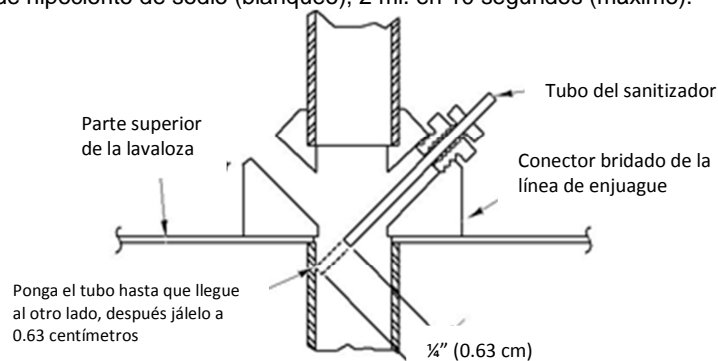

Fig. 21
- Quite los tapones de la tubería (Fig. 20) para la instalación del tubo de sanitizado químico. Para asegurarse que no hay obstrucción en el flujo del sanitizado, coloque el tubo del sanitizador en medio del flujo del agua y perforo el tubo para que el diámetro interior y exterior del tubo sean iguales. Ponga el tubo en el conector con brida hasta que llegue al otro lado y métalo a 1/4" (0.63 centímetros) (Fig. 21).